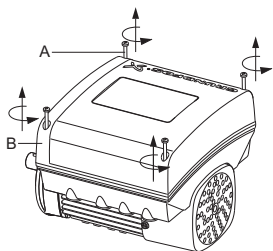

Рис. 60 Снятие крышки клеммной коробки
1. Открутите четыре винта (рис. 60, А) крышки клеммной коробки (рис. 60, В) и снимите её с клеммной коробки.
11. Установите крышку клеммной коробки (рис. 60, В) и затяните по диагонали четыре монтажных винта (рис. 60, А) с моментом затяжки 6 Нм.